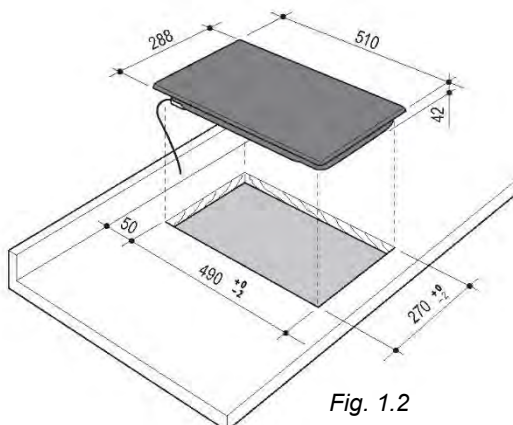

Fig. 1.2
- A placa deve ser instalada pelo menos a 50 mm da parede (desde a extremidade traseira do recorte - fig. 1.2).